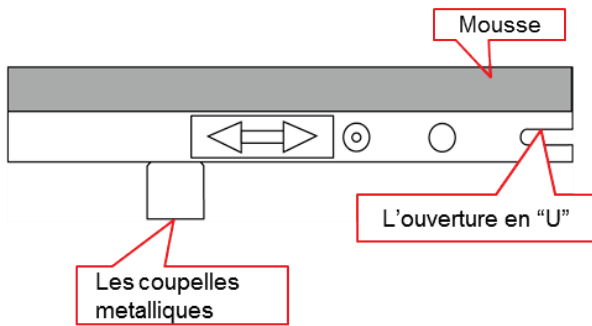

Figure 1
1. Placer les quatre (4) canaux d'aluminium en carré, mousse vers le haut. Glisser l'ouverture en « U » sur l'extrémité de chaque canal (fig. 1) et du gousset de coin vers les œillets de laiton jusqu'au verrouillage.
9. Pousser la tige de support vers le bas et insérer le bout supérieur de la tige dans la coupelle sur le cadre de la hotte (fig. 1).